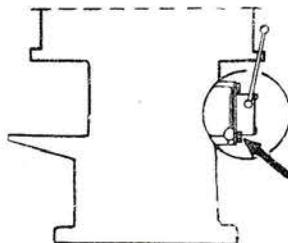

Рис. 16
15. Надеть бумажную прокладку и поставить на место промытый и проверенный регулятор оборотов в сборе (рис. 16), введя сухарик правого конца кулачкового валика в паз кронштейна регулятора.